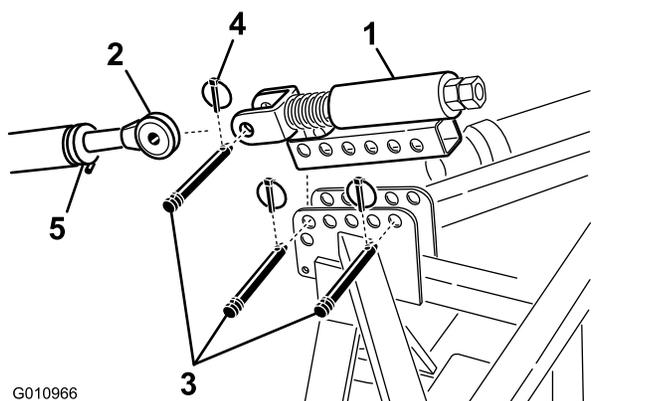

Рисунок 9
1. Прикрепите подпружиненную верхнюю тягу к кронштейну аэратора двумя соединительными штифтами и шплинтами с кольцом (Рисунок 9)
2. Ослабьте контргайку на верхней тяге трактора. Отрегулируйте длину верхней тяги так, чтобы она совместилась с вилкой на подпружиненной верхней тяге аэратора (Рисунок 9).
3. Соедините верхнюю тягу трактора с вилкой на подпружиненной верхней тяге аэратора и закрепите с помощью соединительного штифта и шплинта с кольцом (Рисунок 9).
6. Поворачивайте верхнюю тягу, пока пружина не будет сжата примерно на 13 мм (Рисунок 9).